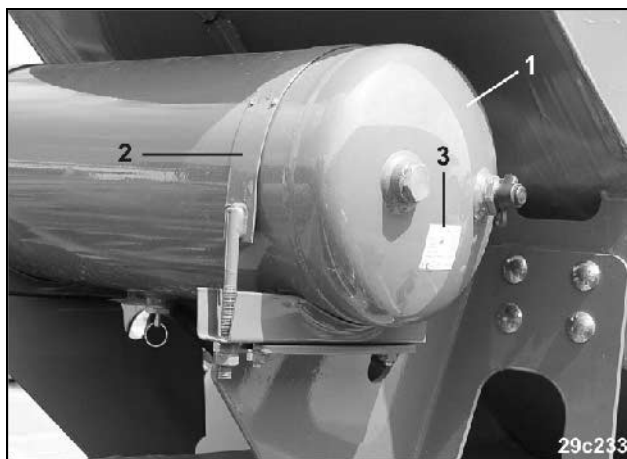

Fig. 45
Tryckluftsbehållaren (Fig. 45/1) får
- inte kunna röra sig i spännbanden (Fig. 45/2)
Typskylten (Fig. 45/3) får inte